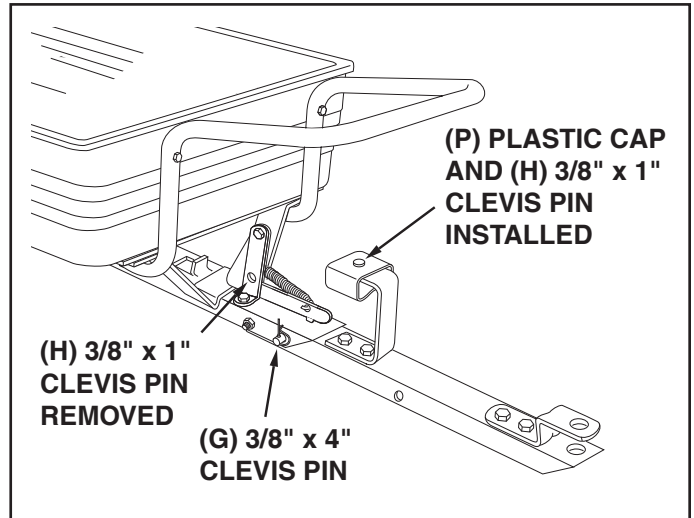

FIGURE 10
(See figure 10 on page 7.)
- Remove the 4" long clevis pin and hairpin cotter which secure the tongue in the towing position. (See figure 10 on page 7.)
1. Pour transformer la remorque d'une remorque à pousser en une remorque tractable (voir figure 10 à la page 7) :